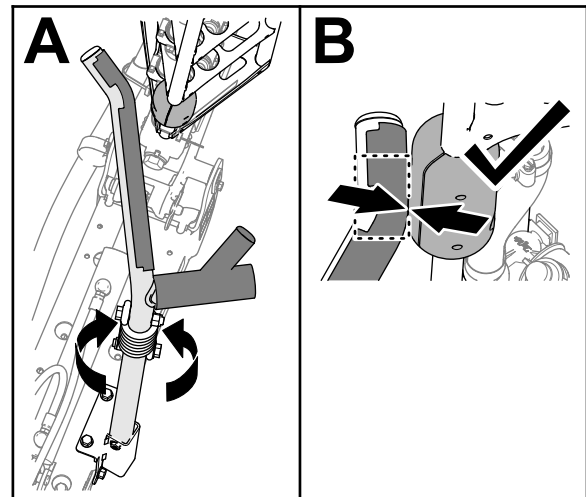

Bild 117
4. Drehen Sie die Gabel, bis die Biegung im Gabelrohr mit dem Schiebepblock am oberen Rohr des äußeren Auslegers übereinstimmt (Bild 117).
Hinweis: Die Schiebepblöcke müssen die Gabel an der Biegung des oberen Gabelrohrs berühren (Bild 117).